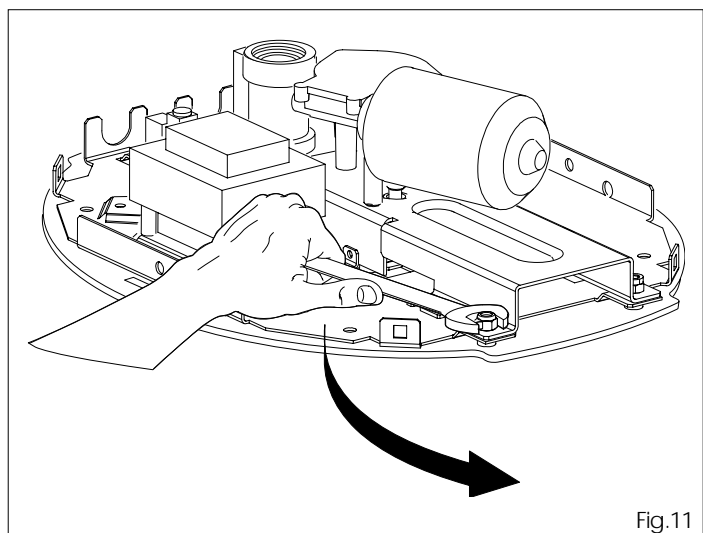

Fig.11
5.5 Enlever le carter, dévisser la lampe et utiliser la clé correspondante pour enlever les écrous qui bloquent le groupe moteur sur l'opérateur (fig.11).